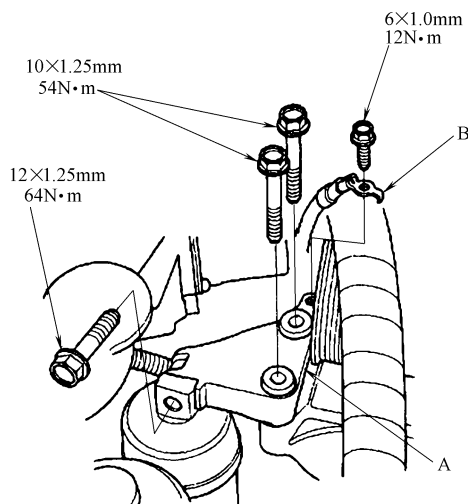

图 23-20 安装发动机侧支架, 紧固螺栓并安装接地线
- 16) 安装发动机侧支架 A, 并按照图中的顺序紧固螺栓 (图 23-20)。
- 17) 安装接地线 B (图 23-20)。